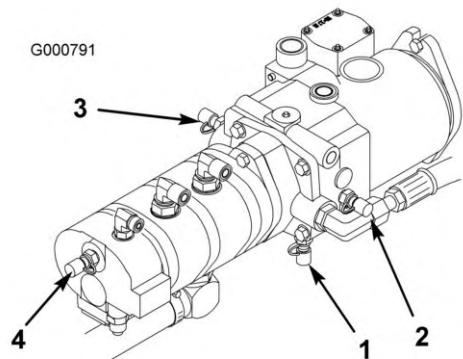

図 69
4. テストポートDはトランスマッションの下にあり (図 69) 、トランスマッションのチャージ圧の測定用です。
5. テストポートE (図 69) は、前進走行油圧の測定用です。
6. テストポートF (図 69) 後退走行油圧の測定用です。
7. テストポートG (図 69) は、パワステ油圧の測定用です。